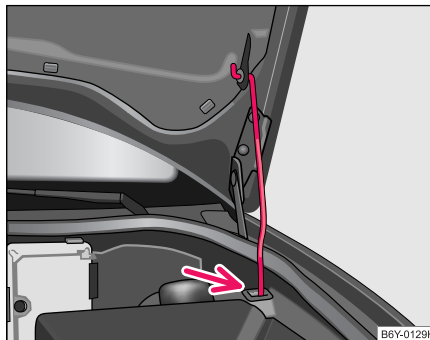

Fig. 125 Fixation du capot-moteur avec appui du capot
- Sortez l'appui du capot de son support et mettez-le dans l'ouverture prévue à cet effet ⇒ page 176, fig. 125.